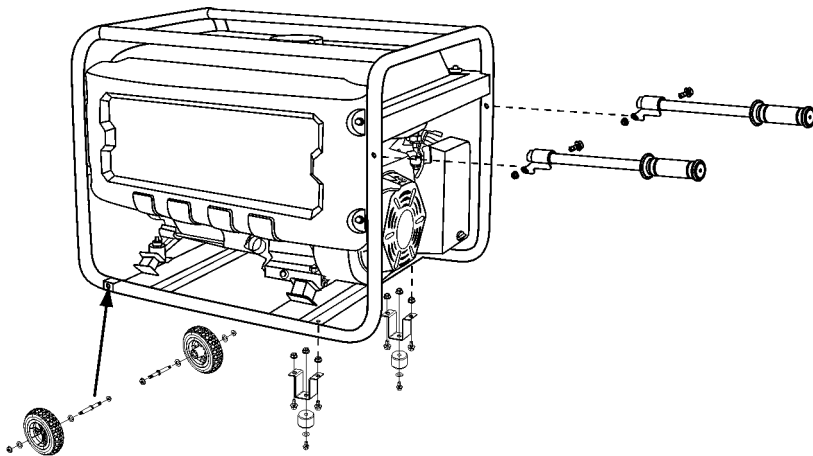

Fig. 6 – montagem dos pés, rodas e punhos
- 2 – Monte o eixo na estrutura do gerador, coloque o eixo no furo indicado (fig. 6). Aperte o sistema com a porca;
- 4 – Para montar os pés, monte a base de borracha colando na parte inferior a arruela e o parafuso e do outro lado do suporte a porca (fig. 6), depois fixar o suporte na estrutura do gerador com o auxílio de parafusos e porcas;